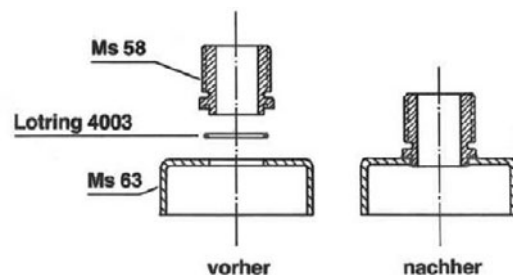

Bild 8: Schraubstutzenlötung
- Absenken von Nippeln, Bolzen etc. während des Lötvorganges wegen evtl. freiwerdender Eigenspannungen nicht bei Werkstückdurchmesser >30 mm vorsehen (siehe Bild 8).